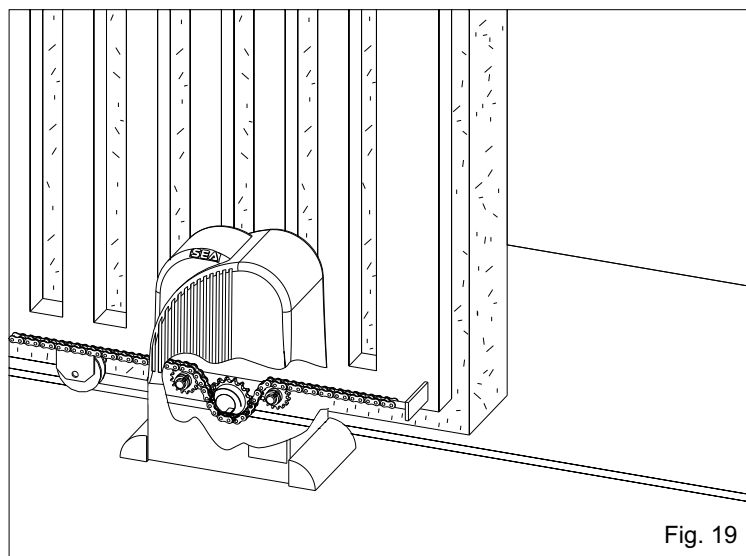
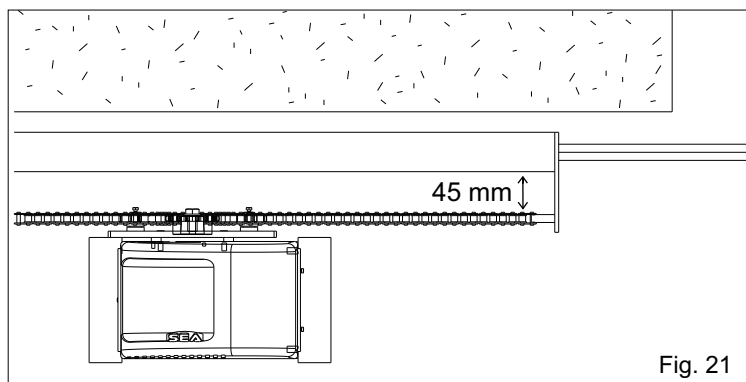
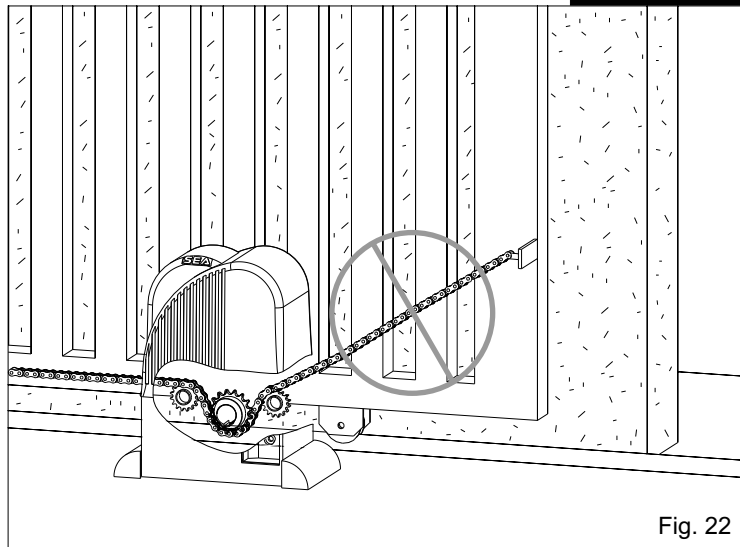

Fig. 19
Fig. 21
Fig. 22
En las Fig. 19 y 20 es posible ver la correcta instalación respectivamente con cancela abierta y cerrada; notar el recorrido obligado de la cadena al interior del grupo piñón que no tiene que ser modificado.
**Nota: Los agujeros por el tensor de cadena y así la misma cadena tienen que estar a una distancia mínima de 45 mm (Fig. 21).**
**19.2.** Instalar la cadena haciéndola pasar por el grupo piñón como en Fig. 18. La cadena tiene que estar siempre en línea, verticalmente (Fig. 19) y horizontalmente (Fig. 21), si no está perfectamente alineada (Fig. 22 y 23) puede causar un descarrilamiento de la misma desde el grupo piñón o se arriesga un esfuerzo mayor por el motorreductor habiendo así un funcionamiento incorrecto de la implantación.